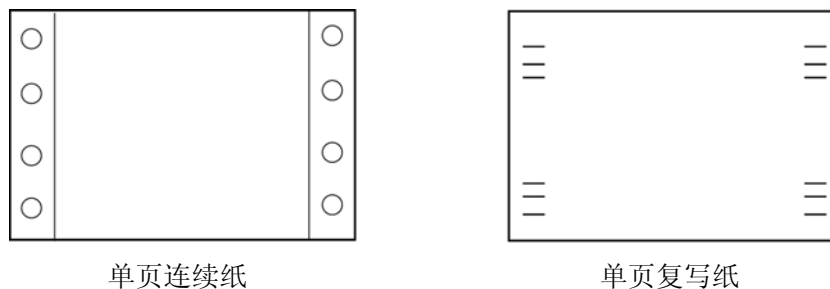

图 B-6
- 不要使用单页的连续纸或单页复写纸在单页纸打印方式下打印。因为连续纸边上的孔或者复写纸边上的压痕可能会引起打印阻塞（如图 B-6 所示）。